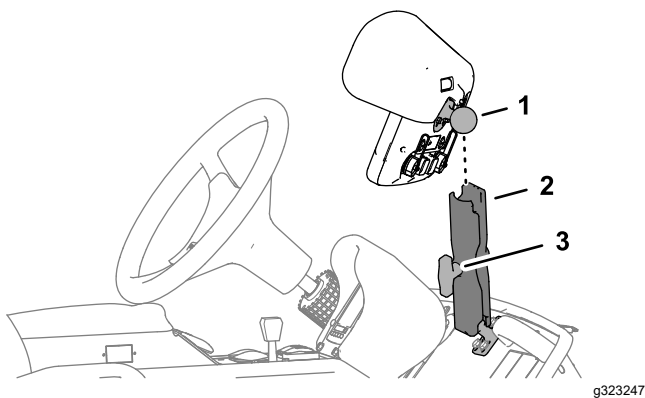

**Figura 8**
1. Retire el conector hembra de 26 vías del arnés de datos del conector de 26 pines de la pantalla de fumigación (Figura 8).